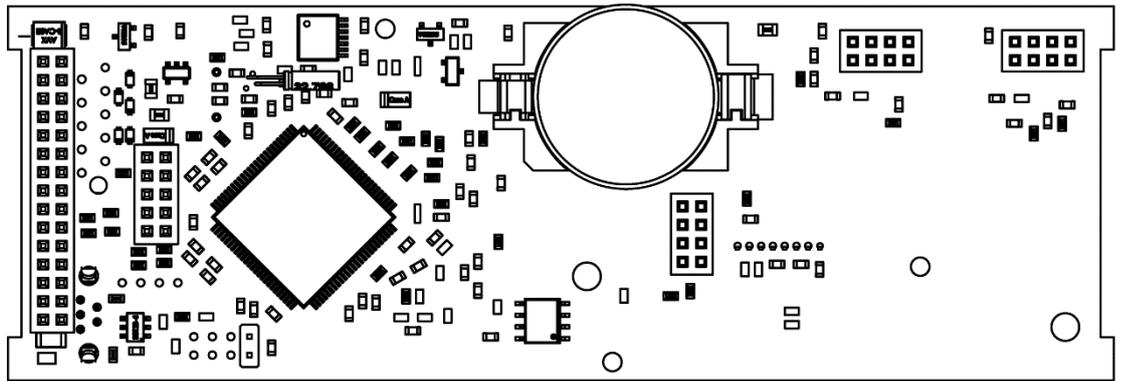

Fig. G.3 Arrière de la plaque de circuit supérieure
3. Tournez la palque de circuit supérieure, soulevez et retirez la batterie CR2032 du support à l'aide d'un tournevis (figure G.3).